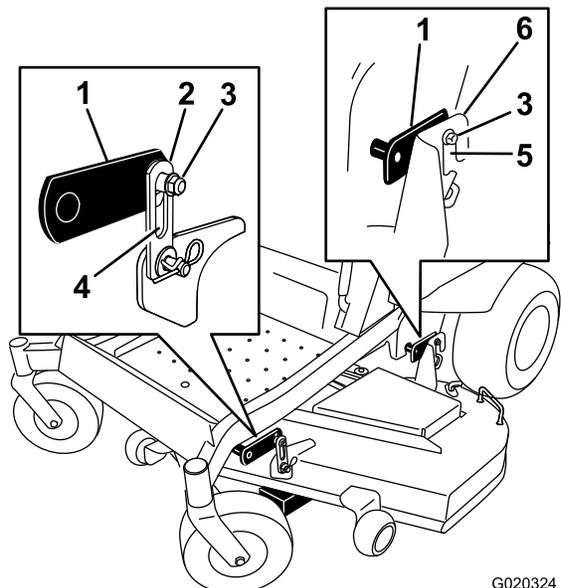
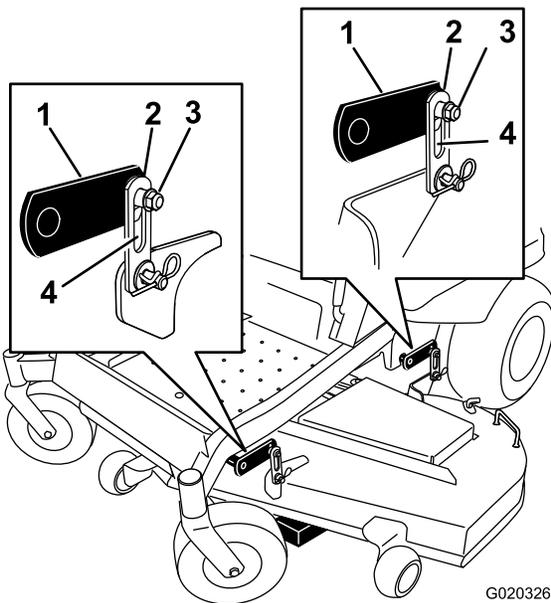

Figura 66
Figura 67
5. Afloje las tuercas de ajuste del sistema de nivelación (pieza 3) en las cuatro esquinas de modo que la carcasa quede bien asentada sobre los cuatro bloques (Figura 66 y Figura 67).
- Asegúrese de que las pletinas de suspensión de la carcasa están bajadas del todo (en la parte superior de la ranura) y que el pedal de elevación de la carcasa está hacia atrás, contra el tope (Figura 66 y Figura 67).
- Apriete las cuatro tuercas de ajuste del sistema de nivelación (Figura 66 y Figura 67).